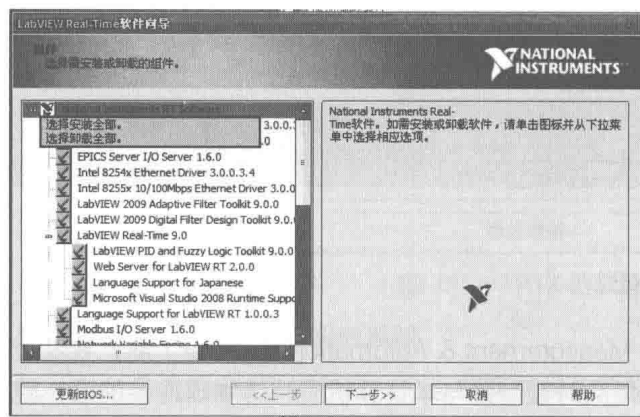

图 15-9 安装实时软件
step 3 在树形结构中, 展开“软件”节点, 选择“安装/卸载软件”程序组, 将弹出如图 15-9 所示界面, 选择安装所需的实时软件组件。